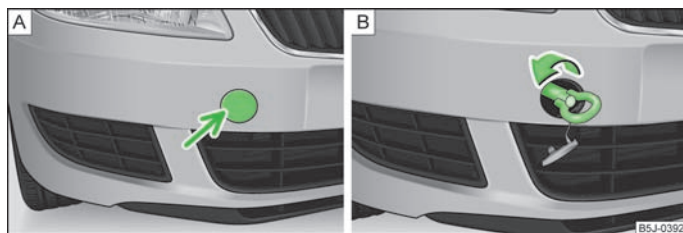

Fig. 140 Pare-chocs avant : Cache/pose de l'œillet de remorquage
- Appuyez sur la moitié gauche du cache dans le sens de la flèche » fig. 140 - [\[A\]](#).
- Visser manuellement l'œillet de remorquage à fond vers la gauche » fig. 140 - [\[B\]](#). Pour le serrage, nous recommandons d'utiliser par ex. la clé démonte-roue, l'œillet de remorquage d'un autre véhicule ou un objet analogue pouvant passer au travers de l'œillet.